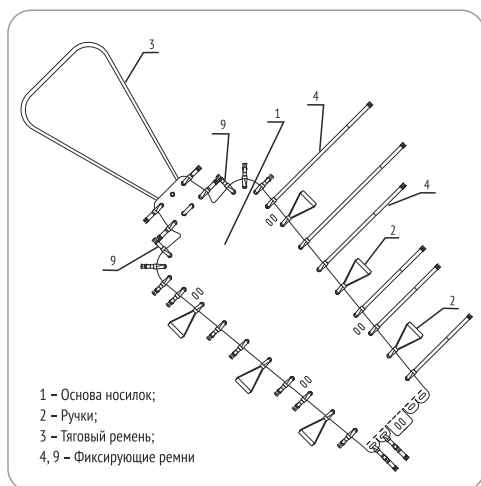

Рис. 1 Носилки «Волокуши» мод.1 (стандартные)
7.9. После использования сверните носилки, начиная с узкой части и зафиксируйте с помощью ремней 9 (Рис. 1).
4.1. Устройство носилок представлено на Рис. 1,